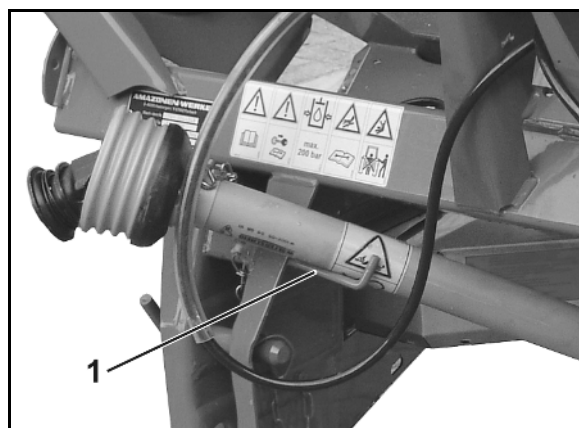

Рис. 36
5. Положите карданный вал на специально предусмотренный держатель (Рис. 36/1).